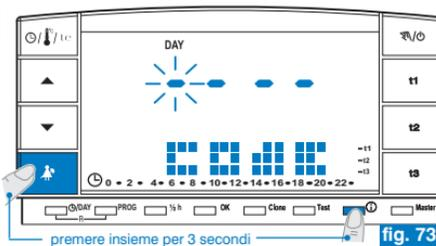

fig. 73
- Dal normale funzionamento del cronotermostato, per inserire una password mantenere premuti (circa 3 sec.) i tasti  e . Sul display apparirà la scritta **CODE** e il primo trattino a sinistra lampeggerà (fig. 73).
- Se la password è abilitata e si cerca di attivare una delle funzioni protette, sul display apparirà la scritta **CoDe** e il primo trattino a sinistra lampeggerà (fig. 73).
- Dal normale funzionamento del cronotermostato mantenere premuti (circa 3 sec.) i tasti ▲ e ⓘ. Sul display apparirà la scritta **CoDe II** e il primo trattino a sinistra lampeggerà (fig. 73).